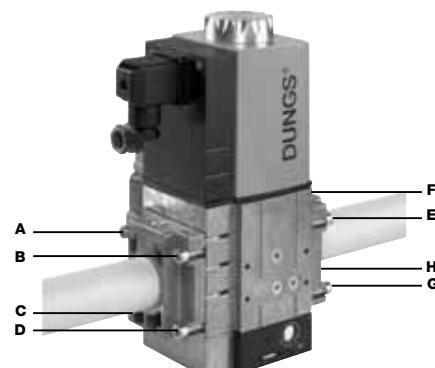

Рис. 9
2. установить устройство MBC....SE и удалить особое внимание прокладкам O-Ring (Рис. 9)